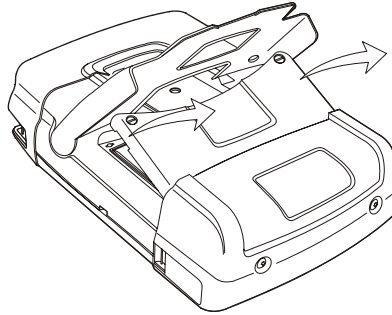

Figura 4-4. Retirada de la tapa de la batería
- Levante el soporte y la tapa de la batería, y retírela (figura 4-4).